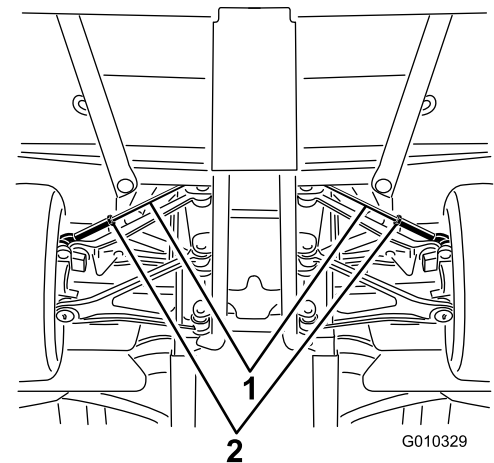

**Figure 59**
2. Mesurez l'entraxe (à hauteur d'essieu) à l'avant et à l'arrière des roues directrices (Figure 59). Vous devez obtenir  $0 \pm 3$  mm à l'avant du pneu puis à l'arrière du pneu. Tournez les roues à 90 degrés et mesurez à nouveau.